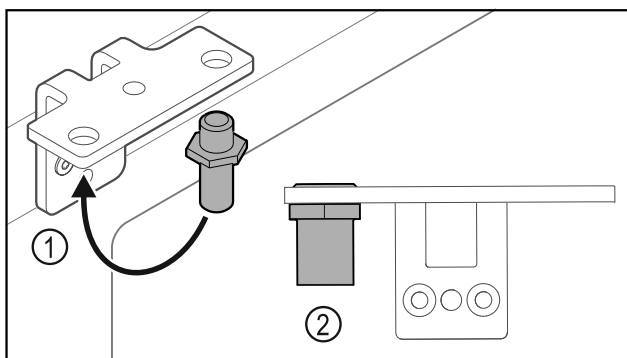

Fig. 31
- Flytta bulten Fig. 31 (1) i gångjärnsfästet.
- Dra åt bulten Fig. 31 (2) med ett **vridmoment på 12 Nm**.